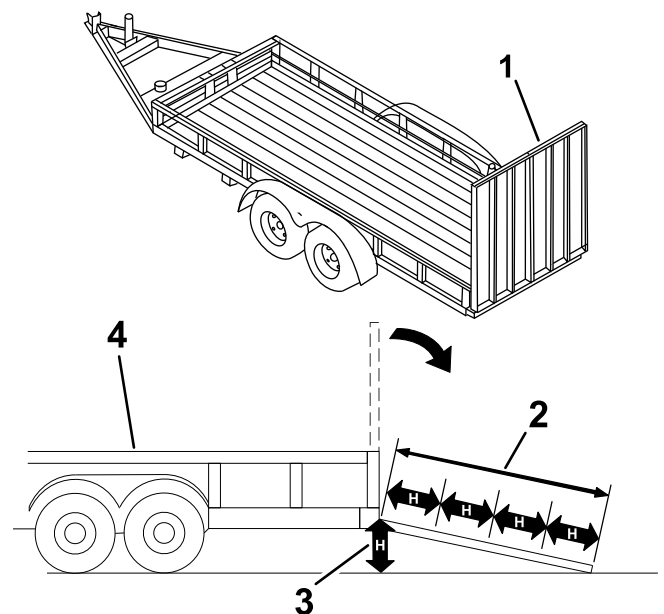

Figura 16
Il caricamento della macchina su un rimorchio o un autocarro aumenta la possibilità di ribaltamento e può causare gravi lesioni o la morte (Figura 16).
3. Abbassate la rampa Figura 16